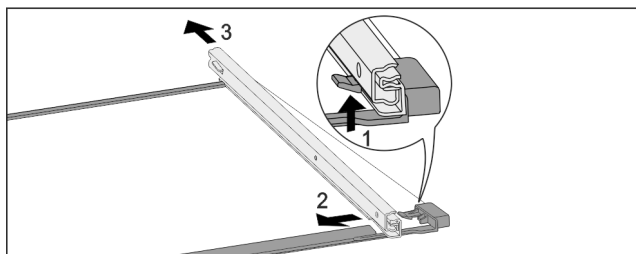

Fig. 133 Lasihylly kiskoilla
- ▶ Paina etummaista kiinnikettä ylöspäin. Fig. 133 (1)
- ▶ Siirrä vetokiskoa sivuun Fig. 133 (2) ja taaksepäin Fig. 133 (3).